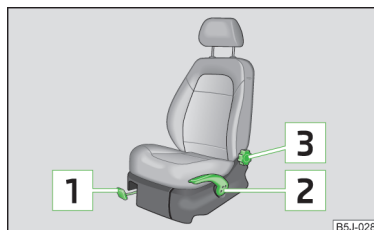

Abb. 54
- › Den Hebel **1** » Abb. 54 nach oben ziehen und dabei den Sitz in die gewünschte Position schieben.
- › Möchte man den Sitz anheben, den Hebel **2** » Abb. 54 nach oben ziehen bzw. pumpen.
- › Die Sitzlehne entlasten (sich nicht anlehnen) und das Handrad **3** » Abb. 54 drehen, um die gewünschte Lehnenneigung einzustellen.